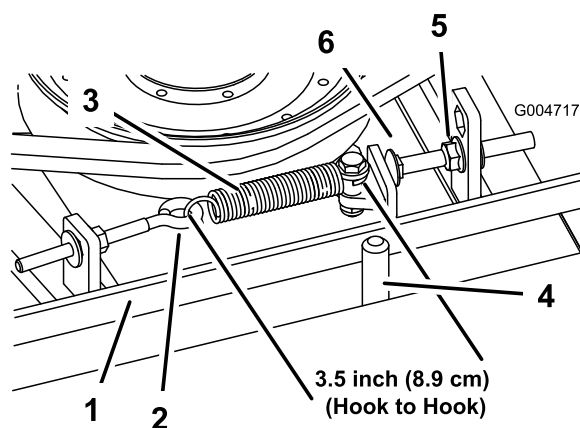

Figura 73
Quando a tensão estiver correta, a medida interior da mola de extensão (gancho a gancho) deverá ser de cerca de 8,3 cm a 9,5 cm. Logo que se obtenha a tensão correta da mola, ajuste o pino de fecho (parafuso da carroçaria) até haver uma folga aproximada de 2 a 5 mm entre a cabeça do parafuso e o braço intermédio (Figura 73).
Nota: Certifique-se de que correia está colocada no lado da mola do guia da correia (Figura 73).
2. Desaperte o parafuso com olhal permitindo a remoção da mola de extensão (Figura 73).
- Desaperte a porca flangeada que prende o pino de fecho à patilha de montagem e afaste a polia intermédia da correia para libertar a tensão da correia (Figura 73).
9. Ligue a mola de extensão (Figura 73) ao parafuso de olhal e aplique a tensão na correia como se segue: